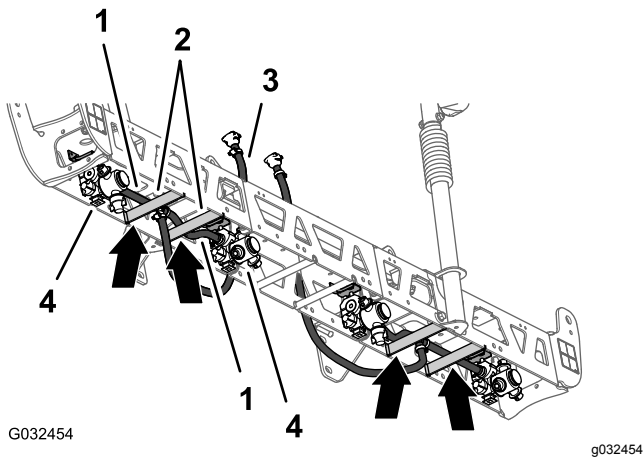
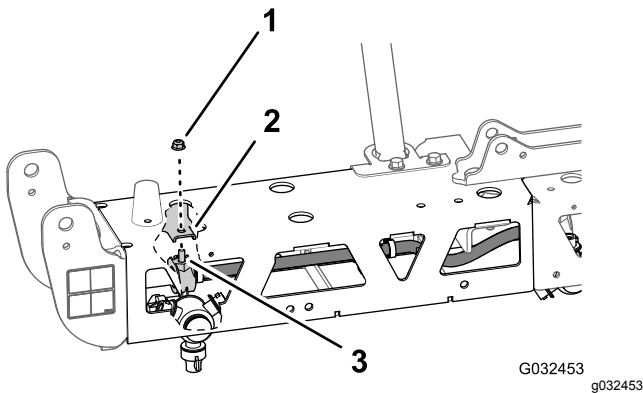

Figura 57
Figura 58
1. Passe o tubo 13 mm e o conjunto do bico entre os tirantes da armação da armação exterior (Figura 57).
2. Passe o tubo e o bico por cima do tirante da armação e para fora para a montagem do bico exterior (Figura 57).
3. Alinhe o parafuso de cabeça sextavada (5/16 x 3/4 pol.) do bico do pulverizador através do orifício na montagem do bico e prenda sem apertar o bico na montagem com uma porca de bloqueio flangeada (5/16 pol.) do kit de acabamento de sistema de pulverização GeoLink (Figura 58).
4. Passe o outro tubo (13 mm) e o conjunto do bico entre os tirantes da armação da armação exterior (Figura 57).
5. Passe o tubo e o bico por cima do tirante da armação e para dentro para a montagem do bico interior (Figura 57).
6. Alinhe o parafuso de cabeça sextavada (5/16 x 3/4 pol.) do bico do pulverizador através do orifício na montagem do bico (Figura 58) e prenda sem apertar o bico na montagem com uma porca de bloqueio flangeada (5/16 pol.) que retirou nos passos 1 e 4 de Remover os bicos do pulverizador (página 24).
8. Passe o tubo e a ligação roscada 13 x 810 mm para a lateral da secção de pulverização central com os suportes esquerdo e direito (Figura 57).
9. Repita os passos 1 a 8 para o outro tubo e conjunto do bico na outra armação exterior (Figura 57 e Figura 58).